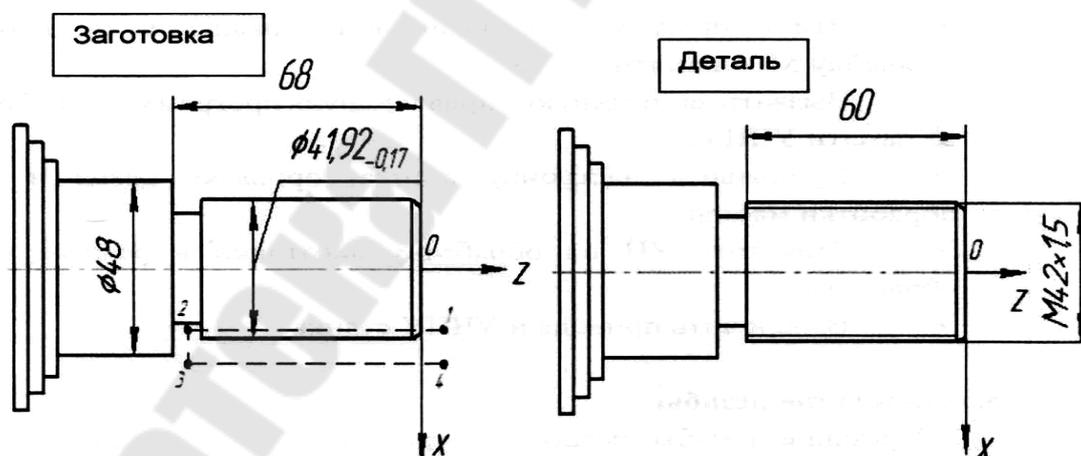
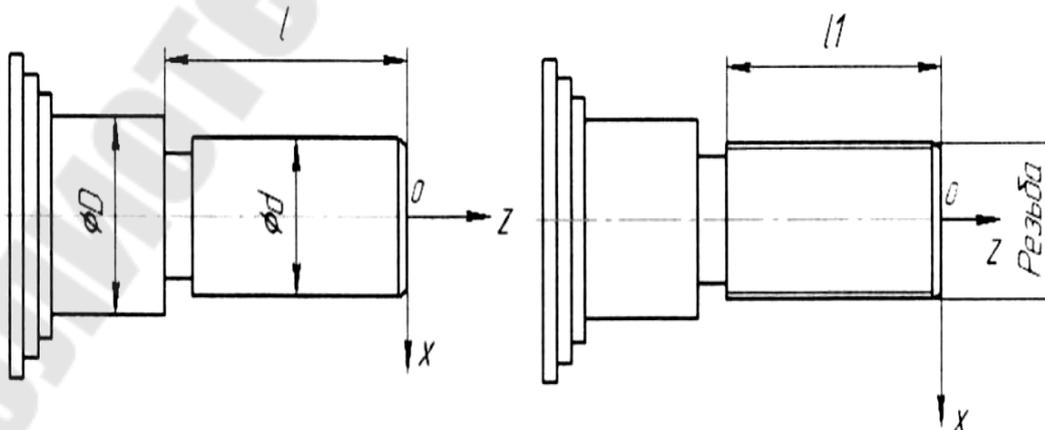

Рис. 4.8. Нарезание метрической резьбы
Рис. 4.9. Нарезание метрической резьбы
*Пример.* Рассмотрим пример управляющей программы **REZVn** для нарезания метрической резьбы M42\*1,5 на цилиндрической поверхности рис. 4.8. Заготовка имеет технологический диаметр ( $\varnothing 41,92$  мм) под нарезание резьбы резцом, заходную фаску и канавку для выхода резца. Внутренний диаметр резьбы – 40,376 мм, **n** – порядковый номер варианта.
Используя шаблон программы управления REZB для нарезания резьбы (рис. 4.8), записать программу обработки детали (рис. 4.9) с размерами согласно приведенной ниже табл. 4.6. Номер варианта – по указанию преподавателя. Написать словесные комментарии кадров программы.